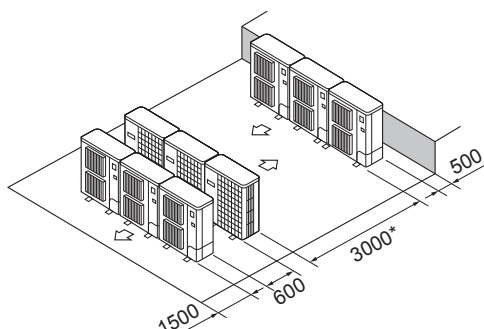

Fig. 2-14
- ⑥ Opstelling met meerdere parallelle apparaten (Fig. 2-14)